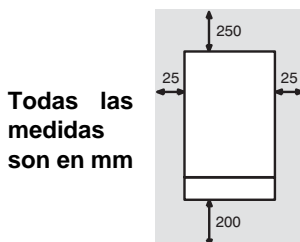

Fig. 5.1 Distancias mínimas.
- **Deje entorno a la caldera las distancias mínimas indicadas en la Fig. 5.1**